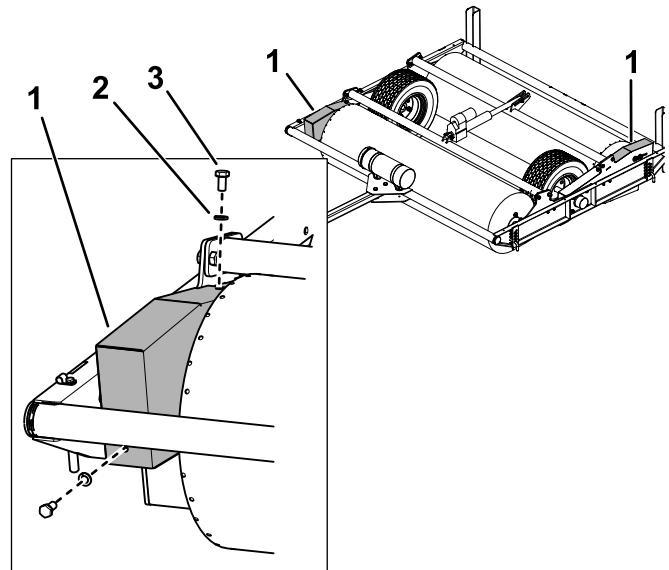

Figura 16
1. Piñón 2. Tuerca (2)
7. Instale los protectores de las cadenas como se muestra en la Figura 16.